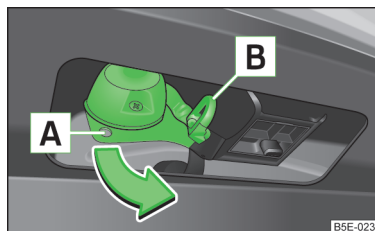

Fig. 161
- Agarre el conector de 13 polos por la zona **A** y extráigalo en el sentido de la flecha » fig. 161.
- Cuelgue el cable de rotura del remolque del ojal de seguridad **B** » fig. 161.
- Agarre el conector de 13 polos por la zona **A** e introdúzcalo en el sentido contrario al de la flecha » fig. 161.